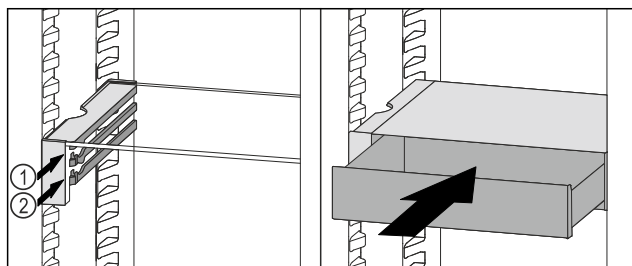

Fig. 109
- ▶ Plasser VarioSafe-skuffen bak stopperne på ønsket rille Fig. 109 (1) eller Fig. 109 (2).